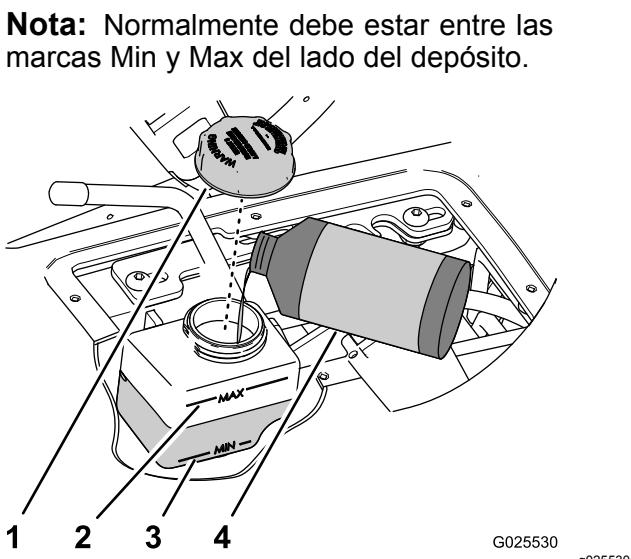

Figura 61
4. Compruebe el nivel de fluido del depósito del cilindro de control de la velocidad (Figura 61).
- A. Limpie la zona alrededor del tapón del depósito (Figura 61).
- B. Retire el tapón del depósito (Figura 61).
- C. Añada fluido del tipo especificado hasta que el nivel llegue a un punto intermedio entre las marcas Min y Max del lado del depósito (Figura 61).
- D. Instale el tapón y apriétalo a mano (Figura 61).